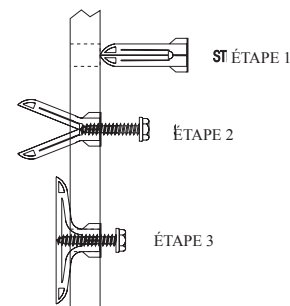

Figure 2
3. Après avoir localiser les trous de montage, percer (2) trous de 5/16" (7.8mm) de diamètre dans le mur. Insérer les (2) ancrages d'expansion en plastique dans les trous. Insérer les (2) vis 10 x 1 1/2" (38mm) dans les ancrages d'expansion en plastique. Les vis sont fournies dans l'ensemble de la soufflerie. Ne vissez pas complètement les vis dans les ancrages d'expansion en plastique, laisser un espace de 7/16" (11mm) entre la tête de la vis et l'ancrage d'expansion en plastique. Référez-vous à la Figure 2.
4. À la partie supérieure de la paroi extérieure, enlevez la (1) vis du trou du milieu qui attachent la paroi extérieure avec le collecteur. Aussi enlevez les (2) vis qui attachent la partie inférieure de la paroi extérieure à la paroi intérieure.
6. Enlever (4) vis 8 x 3/8" qui attachent l'avant de la soufflerie au châssis de la soufflerie.
7. Après avoir localiser les trous de montage, percer (2) trous de 5/16" de diamètre dans le mur. Insérer les (2) ancrages d'expansion en plastique dans les trous. Insérer les (2) vis 10 x 1 1/2" dans les ancrages d'expansion en plastique. Les vis sont fournies dans l'ensemble de la soufflerie. Ne vissez pas complètement les vis dans les ancrages d'expansion en plastique, laisser un espace de 7/16" entre la tête de la vis et l'ancrage d'expansion en plastique. Référez-vous à la Figure 2.
9. Enlever les (4) vis 8 x 3/8" qui attachent l'avant de la soufflerie au châssis de la soufflerie.
13. Aligner les encoches de repérage sur l'arrière du châssis de la soufflerie avec les (2) vis qui sont attachées au mur. Placer le châssis de la soufflerie à fleur avec la surface murale et sur le dessus de la paroi extérieure. Visser complètement les vis du châssis de la soufflerie au mur. Ce sont les vis de l'Étape 7.
15. Attacher l'avant de la soufflerie au châssis de la soufflerie en utilisant les quatre (4) vis 8 x 3/8" de l'Étape 9.